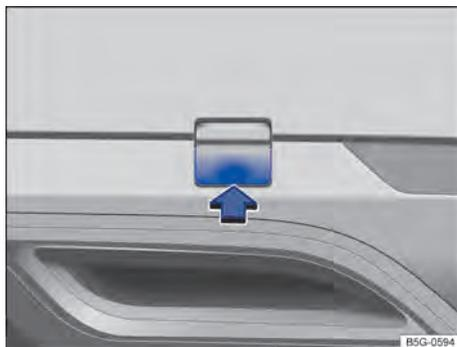

Fig. 220 No para-choque traseiro à direita: remover a cobertura.
- Pressionar na área inferior da cobertura → Fig. 220 no sentido da seta para soltar o encaixe da cobertura.